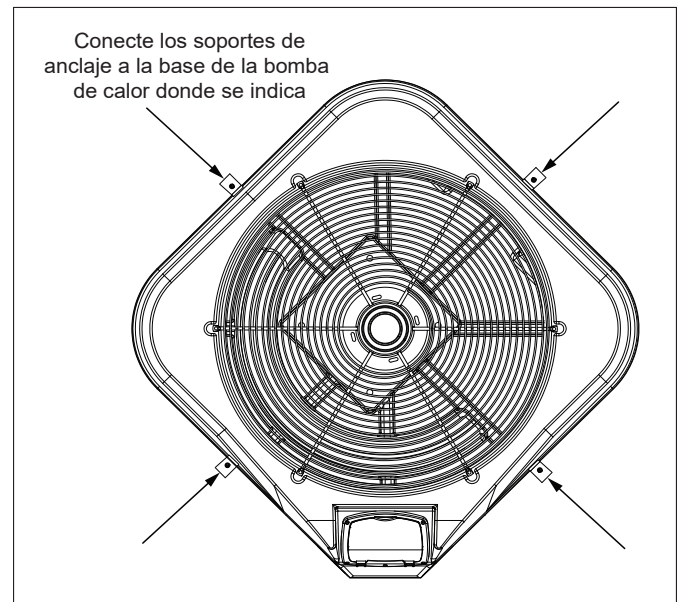

Figura 2. Posiciones de las abrazaderas de anclaje
2. Coloque las abrazaderas en la base de la bomba de calor en las ubicaciones indicadas en la Figura 2.